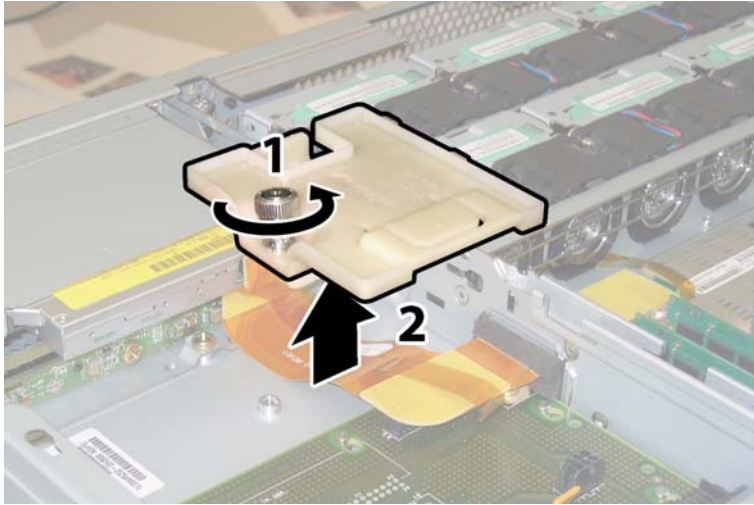

图 3-49 拆卸软线缆固定架
11. 旋下固定软线缆固定架的弹簧指旋螺丝，并将此固定架从机箱中卸下。请参见图 3-49。